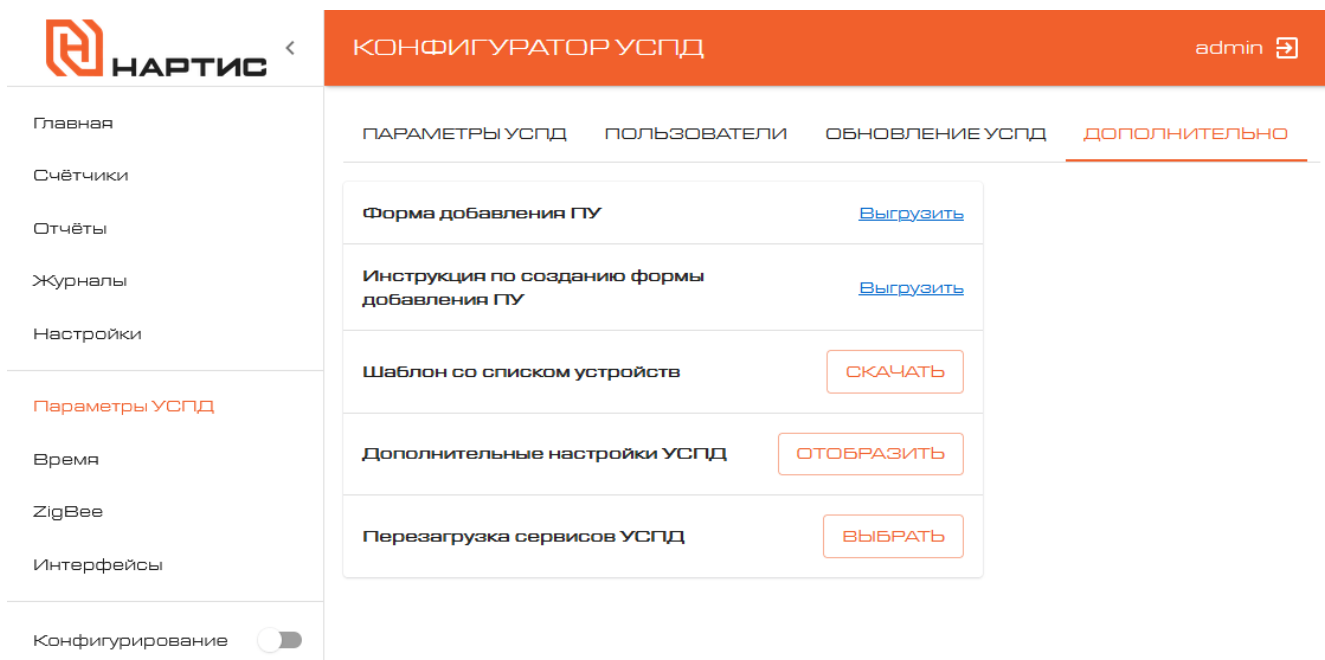

Рисунок 15 – Вкладка «ДОПОЛНИТЕЛЬНО» раздела «Параметры УСПД»
- перейти на вкладку «ДОПОЛНИТЕЛЬНО» (рисунок 15);